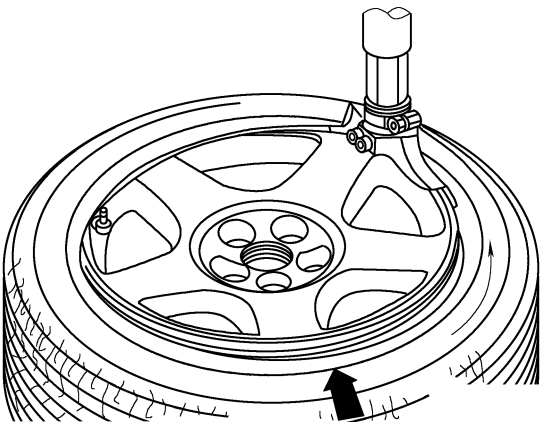

图 5-2-7 轮胎的安装示意图
(3) 安装轮胎，旋入新的镀镍气门芯。装上轮胎，在气门区不要使用压出铲。在对着车轮电子装置约 180° 的地方放入拉拔头，将轮胎在拉拔头前约 90° 的位置上压入凹槽，如图 5-2-7 中箭头所示。
(4) 给轮胎充气，然后拧上塑料帽。
(5) 给轮胎作动平衡。